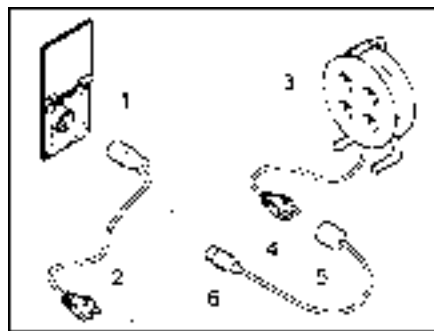

Bild 92 Anschlussmöglichkeiten 230-V-Anschluss
- Adapterkabel: CEE 17 Anschlusskupplung mit Schutzkontakt (Bild 92,1) – Stecker mit Schutzkontakt (Bild 92,2)
- Kabeltrommel: Steckdose mit Schutzkontakt (Bild 92,3) – Stecker mit Schutzkontakt (Bild 92,4)
- Adapterkabel: Anschlusskupplung mit Schutzkontakt (Bild 92,5) – CEE 17 Stecker mit Schutzkontakt (Bild 92,6)